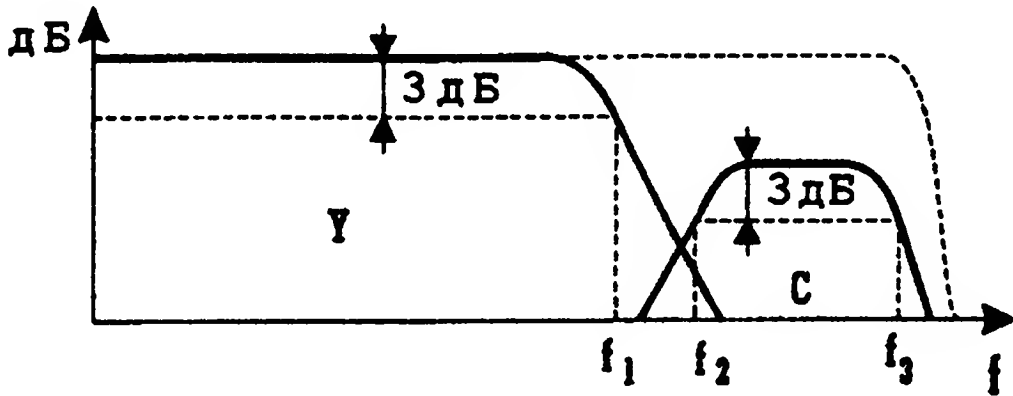

Рис. 45. Амплитудно-частотные характеристики разделения сигналов яркости и цветности
Записываемый сигнал разделяется фильтрами 6 и 17 на яркостную (Y) и цветовую (C) составляющие, как показано на рис. 45, где f_1, f_2, f_3 определяют полосы пропускания фильтров по уровню – 3 дБ. Частоты f_1, f_2, f_3 фильтров 6 и 17 зависят от формата видеозаписи и системы кодирования цветоразностных сигналов. В некоторых моделях бытовых ВМ для повышения качества видеозаписи сигналов черно-белого телевидения предусматривается увеличение частоты среза фильтра 6 до 2,5 МГц. Значение частот f_1, f_2, f_3 , употребляемых в ВМ формата VHS, приведены в табл. 15.